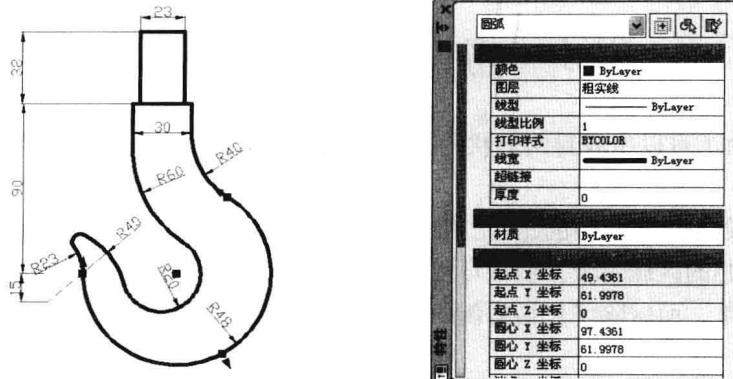

图 6-3-4
(1) 选择一个对象或者多个对象，对象会显示夹点，选择菜单命令“修改 / 特性”，或双击选择对象，弹出“特性”选项板，如图 6-3-4 所示，可修改所选对象的特性设置。